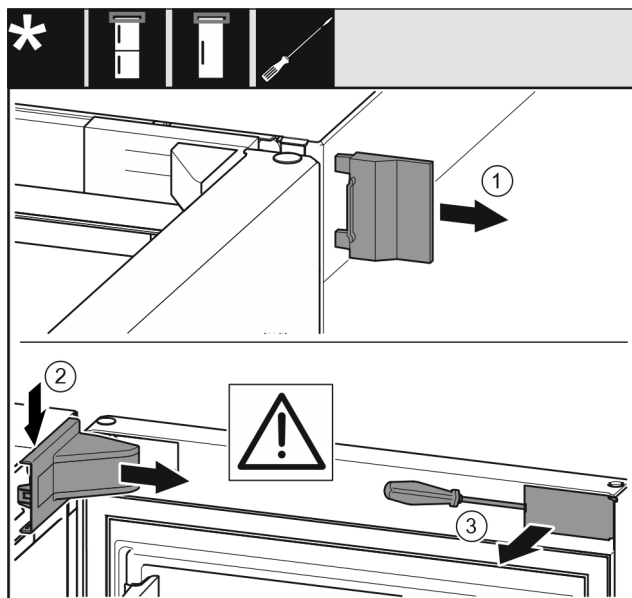

Fig. 8
- Hiqni kapakun mbulues të jashtëm Fig. 8 (1).
- Nxirrni nga foleja kapakun mbulues të bazamentit mbështetës Fig. 8 (2) dhe hiqeni.
- Nxirrni nga foleja panelin mbulues Fig. 8 (3) me një kaçavidë me kokë petë dhe shtyjeni anash.